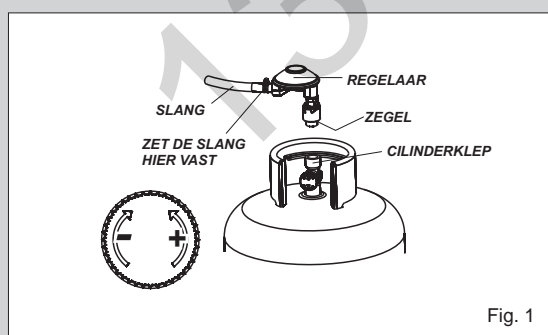

Fig. 1
- De slang en de verzegeling van het apparaat moeten voor elk gebruik gecontroleerd worden op schade of slijtage, voor ze met de gasfles worden verbonden (zie Fig.1).
- Monteer één uiteinde van de lage druk slang op slangaansluiting van de drukregelaar en het andere einde aan de slangaansluiting van de Patio BBQ door hem er zo ver mogelijk op te drukken. Zorg ervoor dat de O ring aanwezig is, in goede staat & goed gemonteerd zit. Gebruik het toestel niet zonder dat de O ring gemonteerd is. De slang stevig op zijn plaats klemmen, gebruikmakend van een slangklem aan beide uiteinden van de slang (Zie Fig.1 & 3).
- Vóór u het apparaat aan de gascilinder koppelt, altijd nagaan of het rubber zegel van de regelaar er nog goed uitziet en of het wel op zijn plaats zit (zie Fig.1).